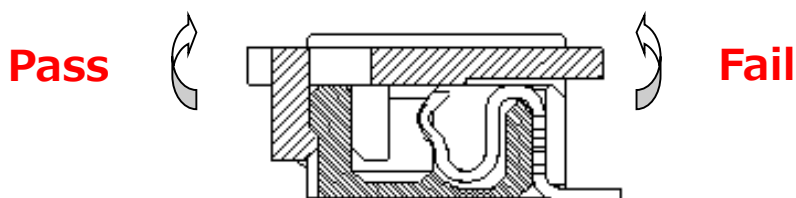

Fig.21
1. 吸着キャップの取り外しに於いて、ロック部が吸着キャップの端にある為、コネクタの反リード側或いは両端を図 21 の様に引き上げてください。指定方向以外からの取り外しでは、図 22 の様にハウジングに損傷が生じる為、絶対に指定方向のみに取り外してください。